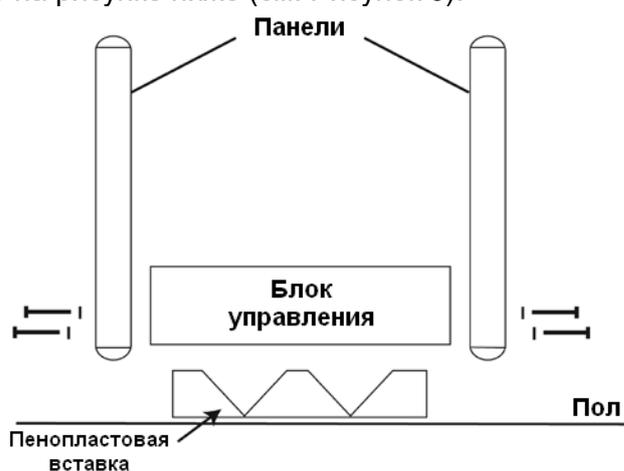

Рисунок 10
3. Разместите упаковочную пенопластовую вставку на ровной поверхности, как показано на рисунке выше (см. Рисунок 10). Положите блок управления на неё, панелью управления вниз. Присоедините блок управления к боковым Панелям А и В с помощью четырех винтов и шайб. Не затягивайте винты сильно!